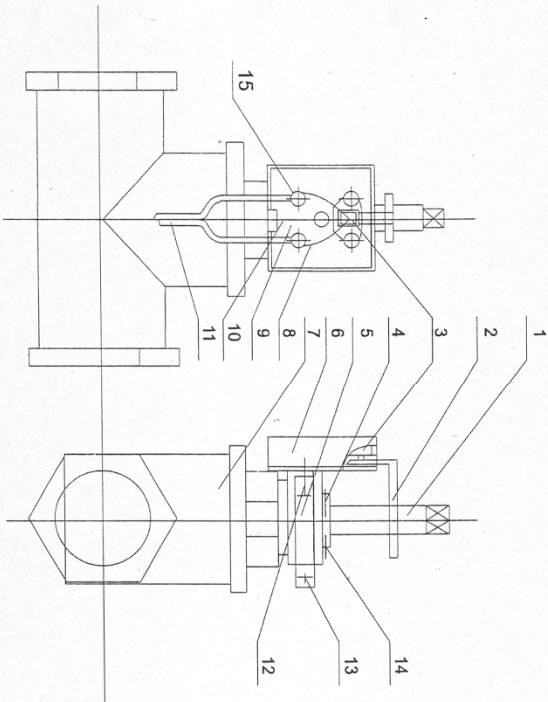

Рисунок 2
- 4.2. Основной извещателя является резистор 9 (рис.2), равный 3,9 КОм (+/-) 5% зашунтированный микропереключателем МП-7 (3), контакты которого находятся в нормально замкнутом положении посредством поводка (2), одетого на шток (1) вентиля (7).